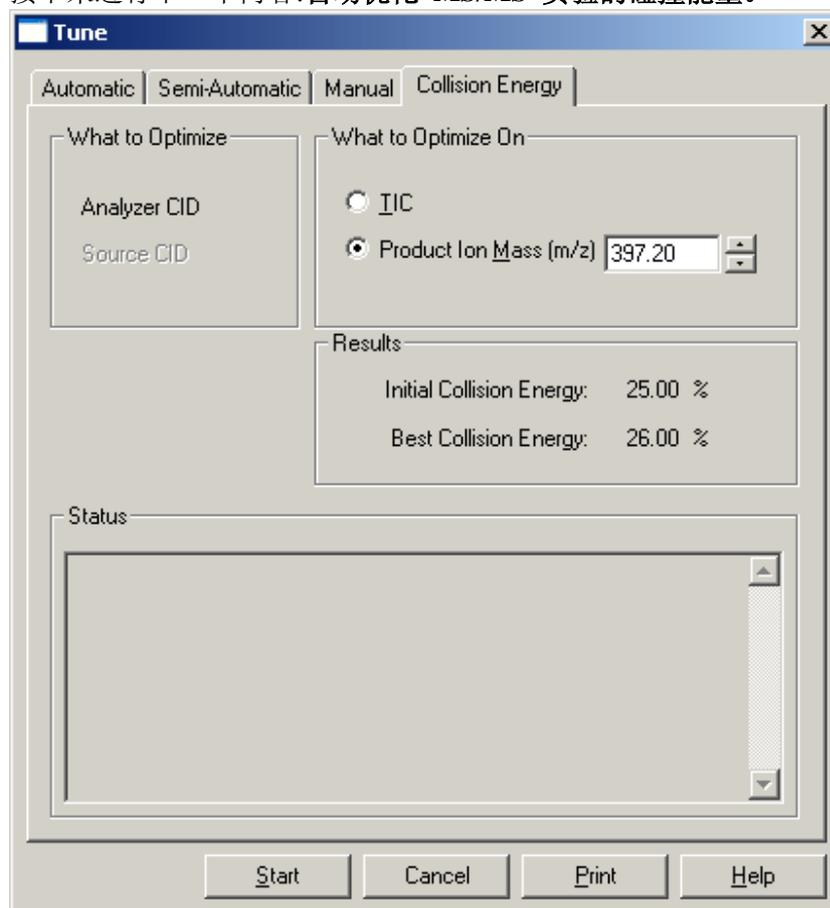

图 5-4. Tune对话框，图中所示使Collision Energy碰撞能量页面。
11. 在Tune 对话框内点Collision Energy弹条, 打开如图5-4所示的对话框。
1. 在Tune 对话框的Collision Energy页面（见图5-4）点**Start** 开始优化过程。此时弹出一个信息框，显示如下信息：